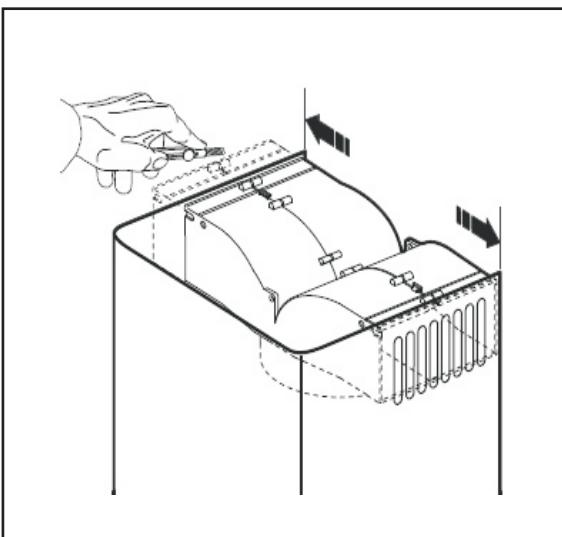

Fig.8
- Usted puede cortar fácilmente la derivación de plástico para que encaje bien en el interior de la parte superior de la chimenea telescópica decorativa y las salidas del aire queden correctamente encaradas con las rejillas de expulsión (**Fig.8**).